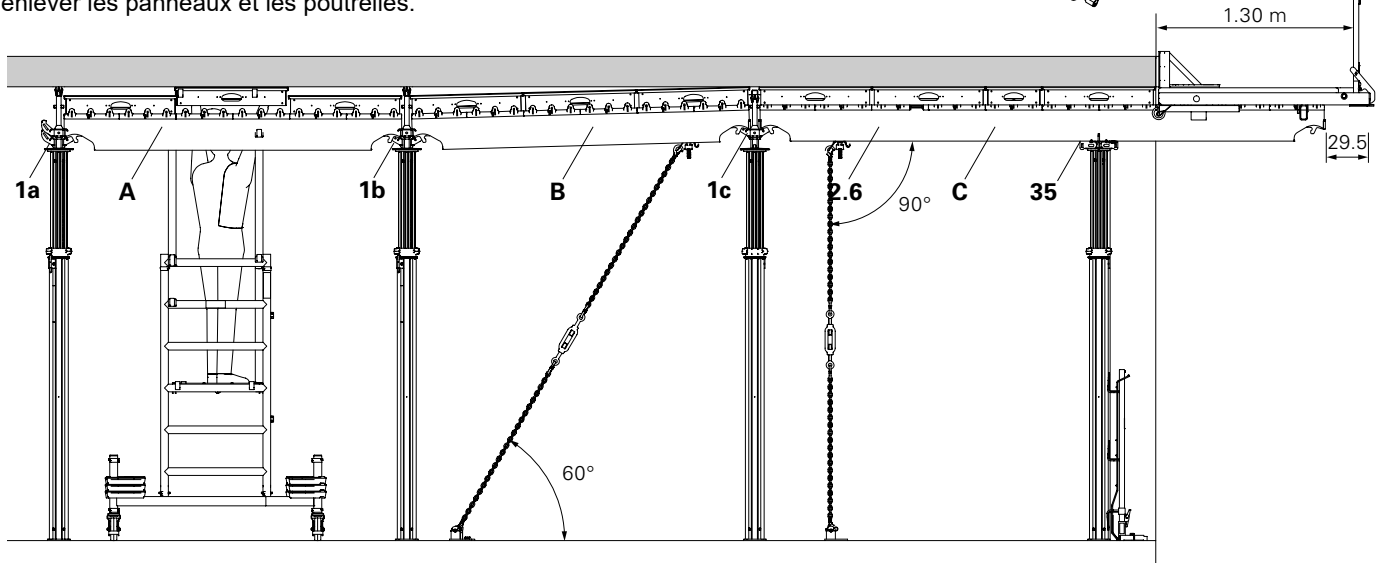

Fig. A9.15
4. Démontez les panneaux et les poutrelles dans l'avant-dernière travée standard (A). (Fig. A9.15). Ne pas démonter encore les travées B + C!